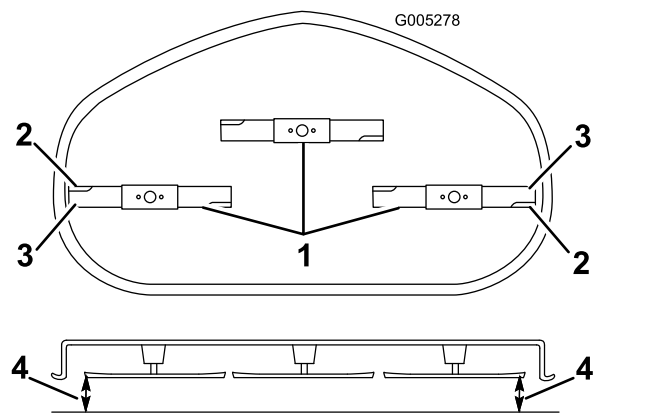

Figura 54
4. Gire cuidadosamente las cuchillas hasta que estén todas orientadas lateralmente (Figura 54).
5. Mida entre los bordes de corte exteriores y la superficie plana (Figura 54). Si hay una diferencia de más de 5 mm (3/16") entre ambas dimensiones, se requiere un ajuste; siga con este procedimiento.